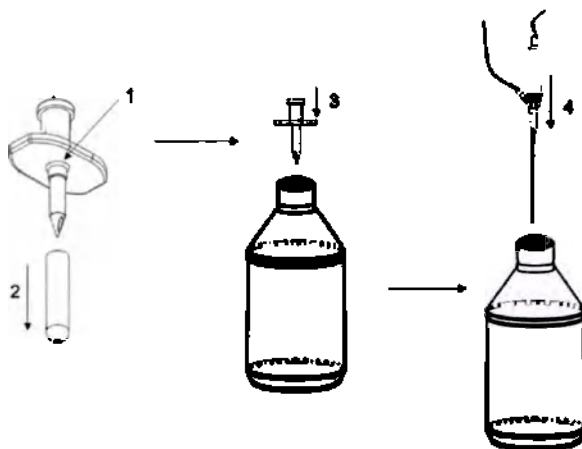

Рис.3
7. Проколите бутылку со сбалансированным солевым раствором прокалывателем бутылки и повесьте бутылку на автоматизированный кронштейн Системы офтальмологической микрохирургической Стелларис Элит (Stellaris Elite). Опустите капельницу кассеты в бутылку с раствором, см. рисунок 3.